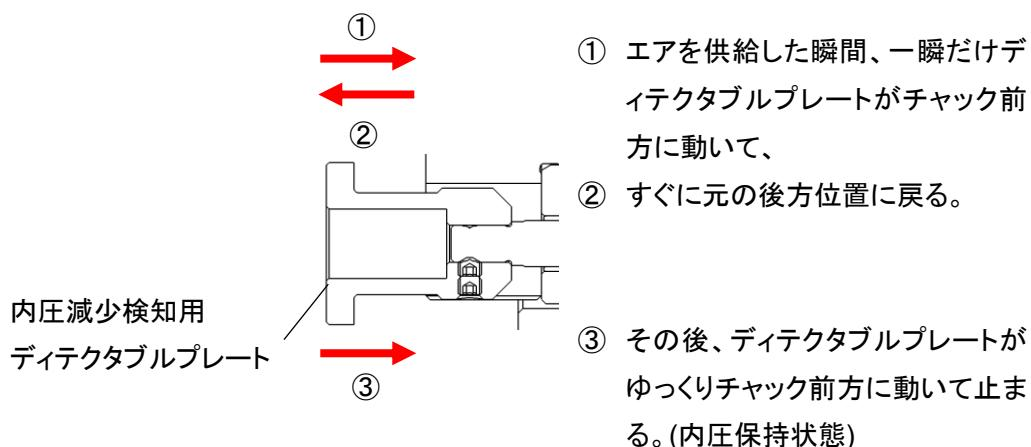

図 20
- スプリングによってディテクタブルプレートの動作圧力を決めているため、特に供給エアが高圧の場合では、図 20 のようにエアを供給した瞬間に一瞬だけディテクタブルプレートが往復動作をすることがあります。図 20 のようなディテクタブルプレートの一瞬の往復動作を近接スイッチが検知してしまうことを回避するため、タイマーなどを用いてエア供給直後の数秒間は近接スイッチを検知させないようにしていただくななどの配慮をお願い致します。